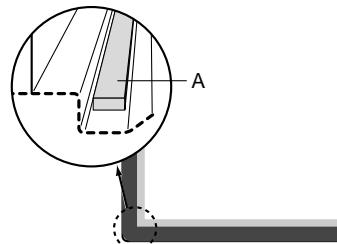

fig. 6
- Coller les bandes mastic livrées (A) avec l'appareil sous le rebord de la table de cuisson (voir fig. 6).